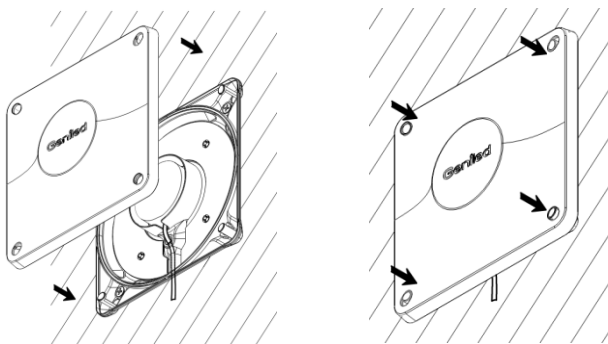

Рисунок 7 – Установка рассеивателя.
- 5.4.4. Установите переднюю крышку (рассеиватель) (Рисунок 7). Аккуратно надавите на переднюю крышку в местах креплений до характерного щелчка. Важно чтобы все четыре крепления защелкнулись.